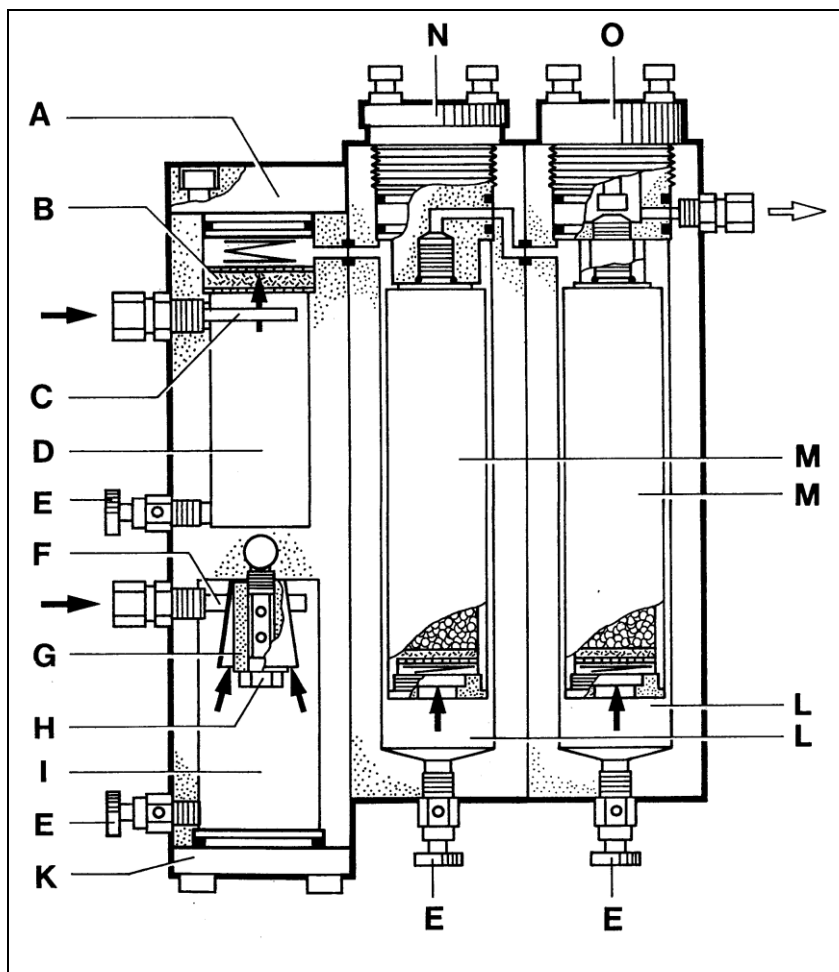

Abb. 6
4.1 Zwischenfilter (Abb. 6)
Zwischen 2. und 3. Stufe ist ein Zwischenfilter -I eingebaut. Dieser ist ein Teil des Multi-Kammer-Filters (Abb. 6). Der Zwischenfilter hat ein Düsenrohr -F, damit werden flüssige Öl- und Wasseranteile ausgeschieden. Ferner ist ein Sinterfiltereinsatz -G eingebaut, damit werden feinste Partikel ausgefiltert.
4.2 Triplex-Filter (Abb. 6)
Triplex-Filter (Abb. 6) durch Kondensatablaßventile -E druckentlasten. Filterverschraubung -N und Druckhalteventil -O herausschrauben. Alte Patronen ausschrauben und neue einschrauben. Filterverschraubung -N und Druckventil -O einschrauben. Kondensatablaßventile -E schließen.
4.5 Ablassen des Kondensats (Abb. 6)